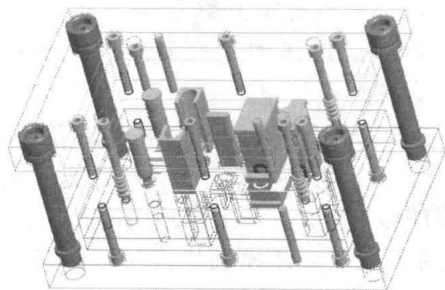

图8 装配螺钉、销钉、弹簧、导柱
1) 上模螺钉、销钉的创建。以上模座板顶面为点放置面，定义六个点，此即为螺钉位置。以上模座板底面为点放置面，定义销钉位置；单击“PDX5.0”→“模具组”→“装配螺钉和销钉”（如图8所示）；